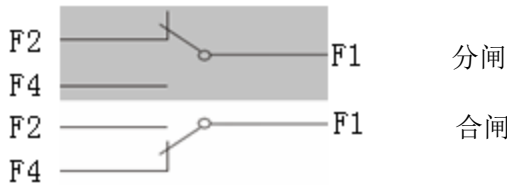

图 15
11.1 辅助触头、报警触头的额定值 (见表 13、图 15)